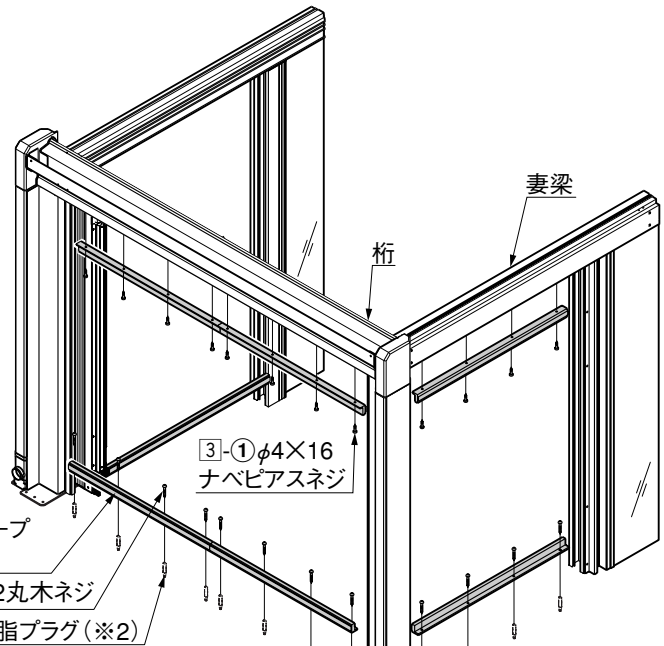
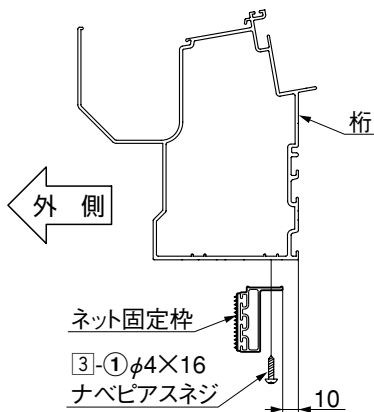
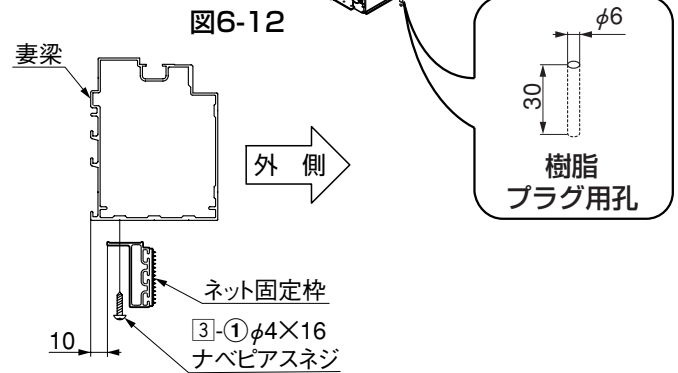

図6-12
図6-13
図6-14
- ③ 取付ける横枠の樹脂製マジックテープ面が縦枠と水平になるようにして、デッキ面、柵下面、妻梁下面に[3]-①、[3]-②で固定してください。(図6-12、図6-13、図6-14参照)